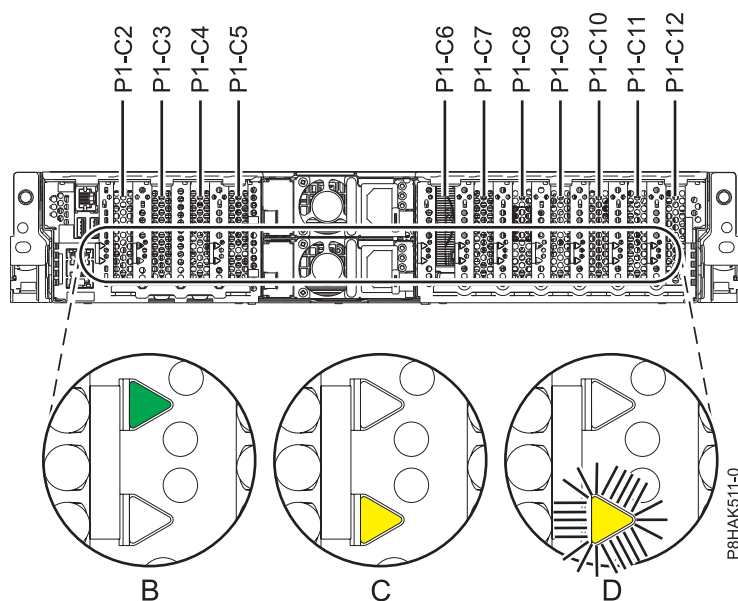

図 24. 5148-21L、5148-22L、8247-21L、8247-22L、8284-21A、または 8284-22A システムの PCIe アダプター・スロットの位置および LED の位置
障害が発生したPCIe アダプターを保守する場合は、障害が発生したPCIe アダプターの、明滅しているオレンジ色の LED (障害が発生した部品を識別するステップで、明滅するように設定したもの) を見つけます。LED の状態については、図 24 を参照してください。図 24 の (D) に示されているように、障害のある PCIe アダプターのオレンジ色の LED は明滅になっていることに注意してください。
重要: PCIe アダプターが正常に作動している場合、図 24 の (B) に示されているように、活動 LED はオン (緑色) でオレンジ色のエラー LED はオフです。動作中のPCIe アダプターを取り外そうとしてはなりません。